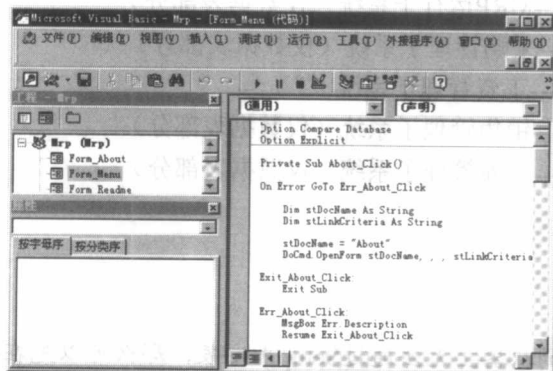

图2
(1) 打开相应的数据库，然后选择菜单中的“工具/宏/Visual Basic 编辑器”，弹出如图 2 所示的 Visual Basic 编辑器窗口。